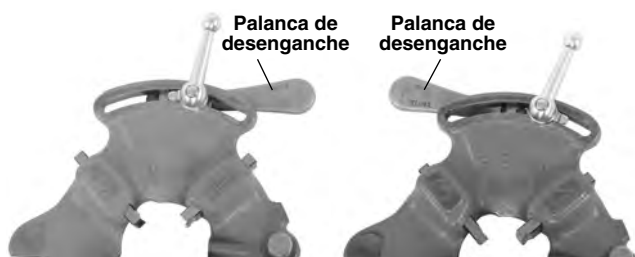

Figura 4 – Posición abierta y cerrada de la palanca
2. Coloque la palanca de desenganche en la posición OPEN (ABIERTA) (Figura 4).